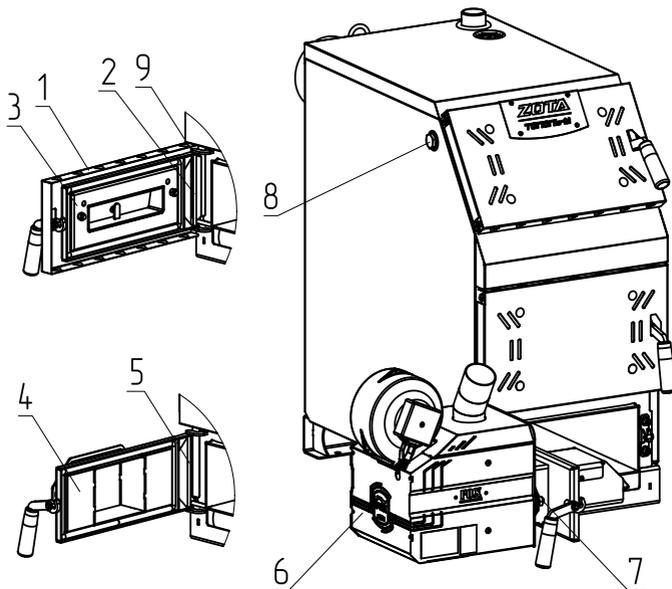

Рис. 7 Порядок установки двери на твердотопливные котлы Master/Master X 14, 20; Тополь-М 14, 20, 30; Тополь ВК 16, 22, 32
- Снимите обшивку дверцы (Рис.7, поз.1), снимите стопорную шайбу (Рис.7, поз.9) (В котлах Master X обшивки и стопорной шайбы нет) извлеките ось (Рис.7, поз.2) и снимите дверцу зольную (Рис.7, поз.3).
- Далее установите адаптер горелки (Рис.7 поз.4) и зафиксируйте его осью (Рис.7, поз.5).
- Установите горелку (Рис.7, поз.6) на котел и зафиксируйте ее гайками (Рис.7, поз.7).
- Для установки гильзы под датчик температуры и перегрева снимите пробку или тягорегулятор (если установлен) и установите гильзу (Рис.7, поз.8) в освободившееся отверстие.